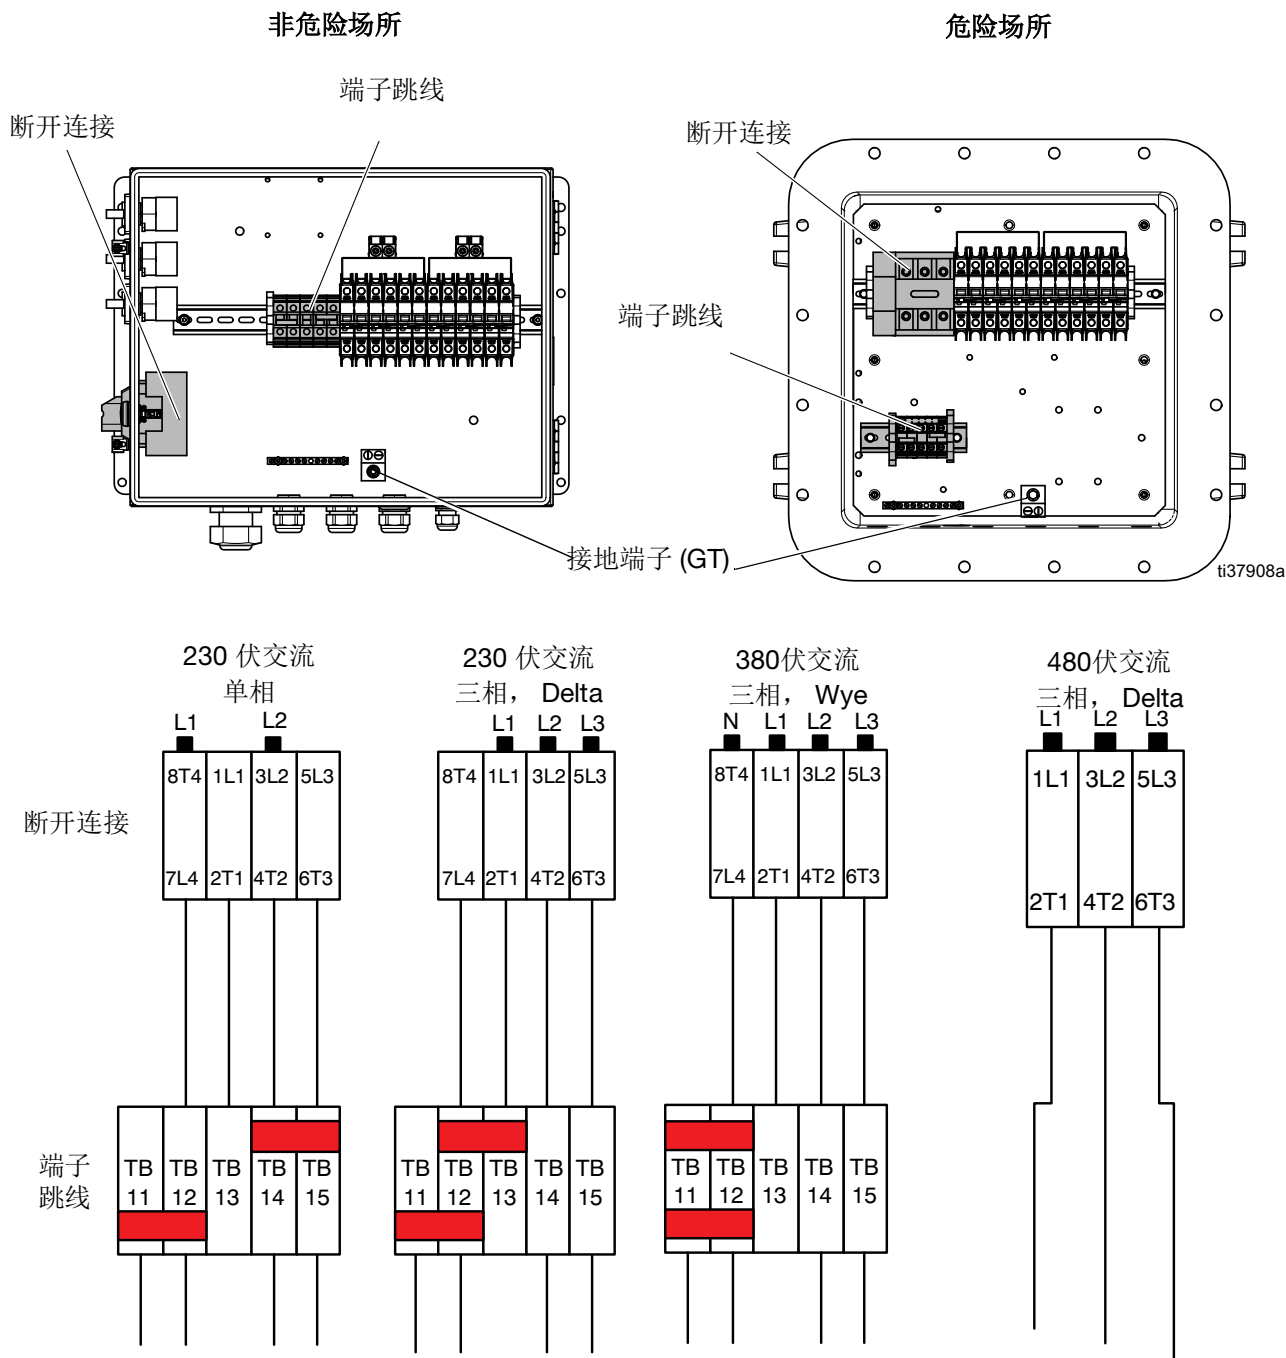

图 7: XM 接线图
4. 将地线连接到接地端子 (GT)。参见图 7（第 30 页）。
5. 按照图 7（第 30 页）连接或断开电源线。用 55 英寸-磅（6.2 N•m）的扭力拧紧导线。轻轻拉一下所有接线，以验证是否正确固定。
6. **仅限非危险区域：**拧紧应力消除套管 (BH)。
7. 按照图 7（第 30 页）将提供的端子跳线安装在适当的位置。
8. 按照图 7（第 30 页）确认所有装置均已正确连接，然后关闭接线盒盖。